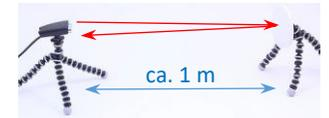

Abbildung 3: Aufstellen der Lichtschranke
- Stellen Sie Lichtschranke und Reflektor gegenüber stehend in einem Abstand von ca. 1m auf, siehe Abbildung 3.